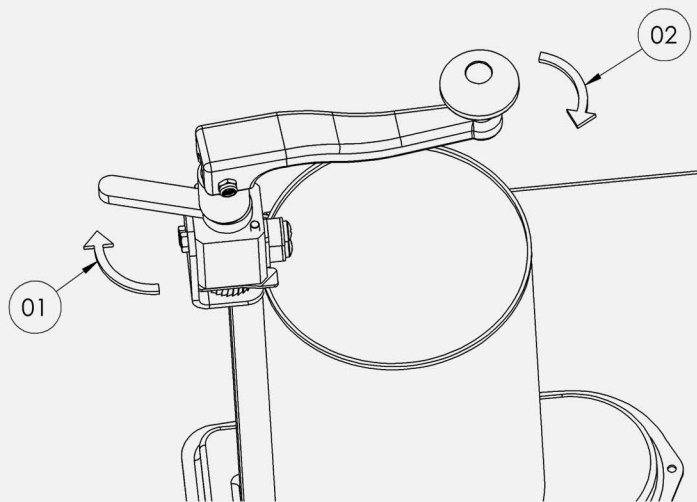

Рисунок 9
Открывая консервную банку, одной рукой продолжайте надавливать на Боковую рукоятку (06) как указано на (Рисунок 9) позиция 01. Второй рукой в сторону часовой стрелки, начинайте крутить Рычаг (04) позиция 02. Продолжая открывать консервную банку, не ослабляйте напор на позиции 01.